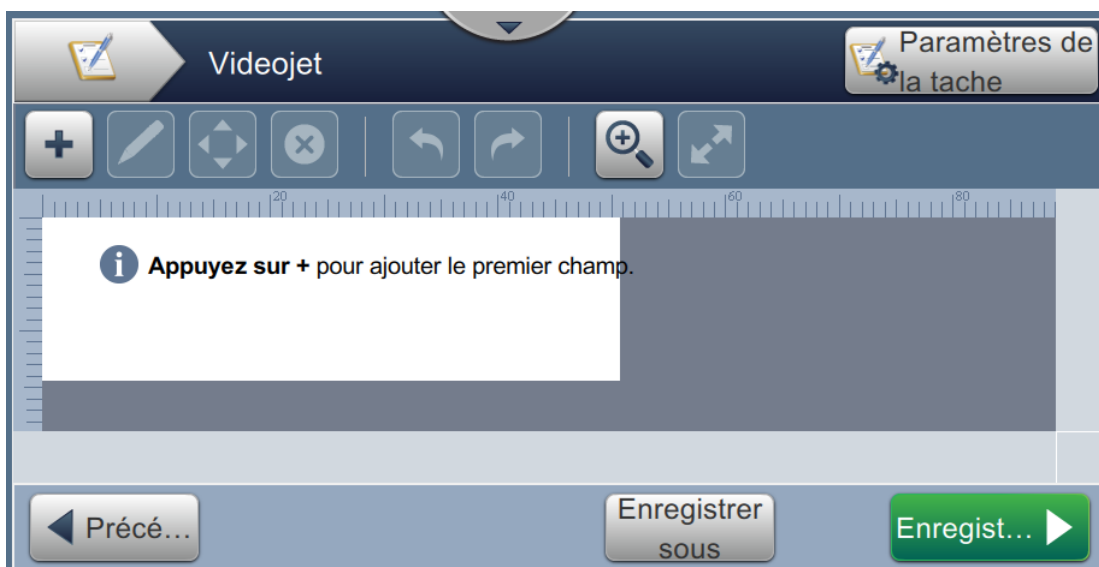

Figure 5-3 : Écran Éditeur de tâches
6. L'écran Éditeur de tâches s'ouvre, comme illustré à la Figure 5-3.